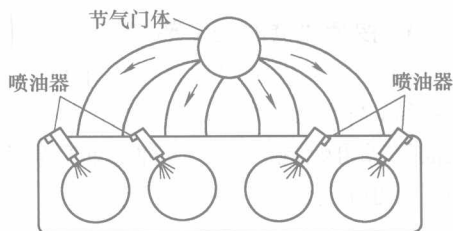

图 1-6 缸内喷射系统
2) 缸内喷射。缸内喷射系统(图 1-6)是指将高压燃油直接喷到气缸内。类似于柴油机的燃油缸内喷射, 由于对喷油器有耐高温、高压的要求且发动机设计上喷油器的安装空间等困难, 使用不是很多。不过这种喷射技术使用特殊的喷油器, 燃油喷雾效果更好, 并可在缸内产生浓度渐变的分层混合气, 改善燃烧质量, 因此越来越受人重视。相信会是未来的一种发展趋势。